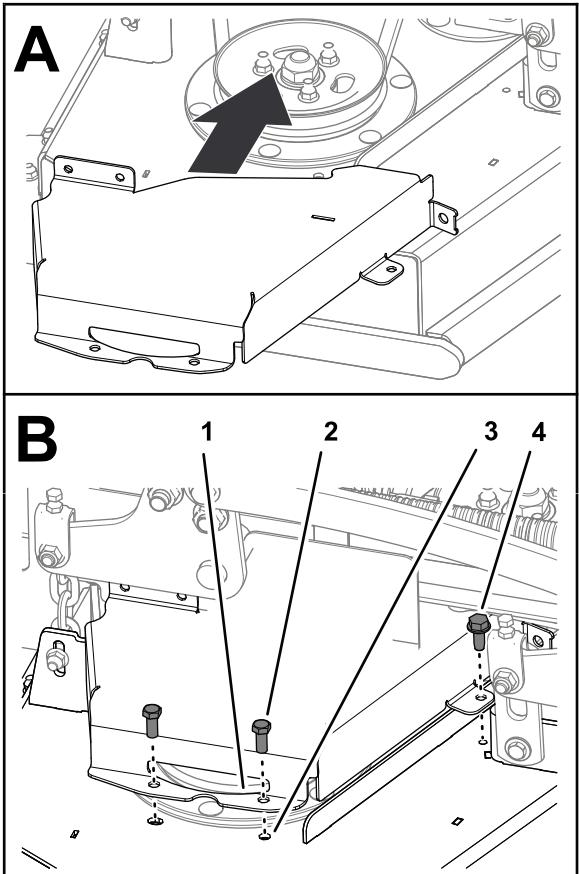

Bild 40
1. Montieren Sie die rechte Riemenabdeckung mit den beiden Schrauben, die Sie in Entfernen der linken Riemenabdeckung \(Seite 30\) entfernt haben, an das Mähwerk (Bild 40).